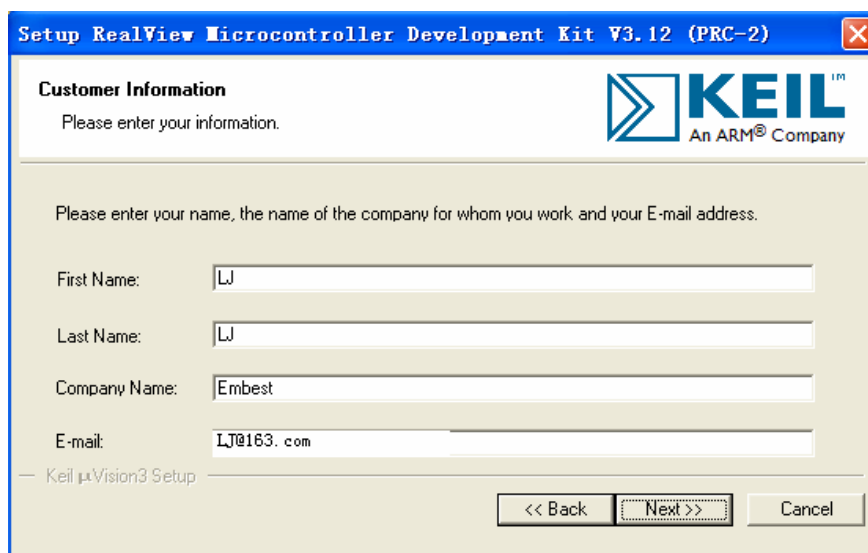

图 2-9 MDK 安装界面 4
(4) 单击 Browse 选择安装路径，然后单击 Next，弹出如图 2-9 所示对话框；